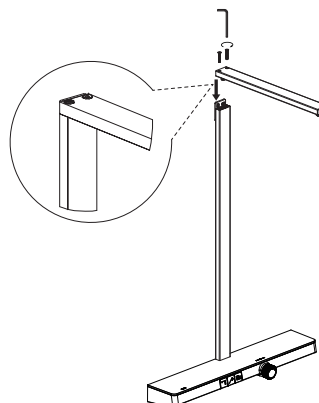

Figura 2
- e) Instale el tubo del brazo y fíjelo con una llave Allen (Figura 2).
e) Installare il tubo del braccio e fissarlo con la chiave a brugola (Figura 2).